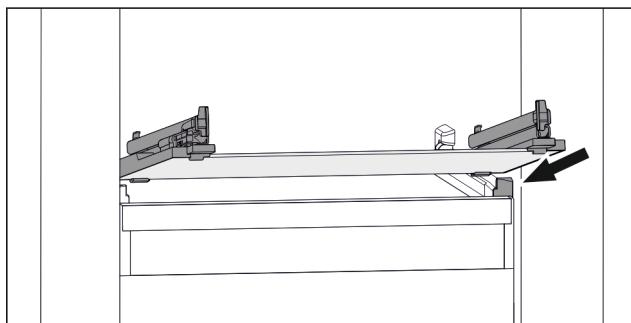

Fig. 64 Примерное отображение стеклянной пластины
- ▶ Наклоняя вниз, установите стеклянную пластину за стопоры. (см. Fig. 64)